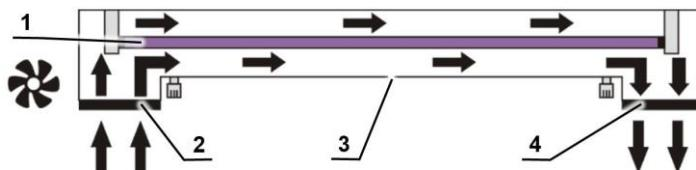

Рисунок 1. Схема работы рециркулятора с УФ лампой.
УФ рециркулятор воздуха состоит из УФ лампы (рис. 1/1), вентилятора и антипылевого фильтра (рис. 1/2), заключенных в специальный корпус. Оператор, работающий с боксом при включенном рециркуляторе, не подвергается воздействию УФ излучения, что позволяет осуществлять постоянную обработку воздуха ультрафиолетом, не прерывая рабочий процесс. В результате циркуляции воздуха на небольшом расстоянии от УФ лампы и наличия отражающих поверхностей внутри воздухопровода, рециркулятор увеличивает плотность УФ лучей, что повышает эффективность инактивирующего действия. Постоянно работающий вентилятор рециркулятора осуществляет 100-кратный воздухообмен объема бокса в течение часа, что обеспечивает максимально асептические условия в рабочем пространстве бокса.
- ⚠ Примечание.** Работоспособность открытой УФ лампы может быть проверена при выключенной лампе дневного света (выключатель **1** в положении OFF). Для контроля работоспособности лампы внутри УФ рециркулятора используйте индикатор, расположенный посередине рециркулятора (рис. 1/3). Если индикатор светится (выключатель **2** в положении ON) - лампа исправна.